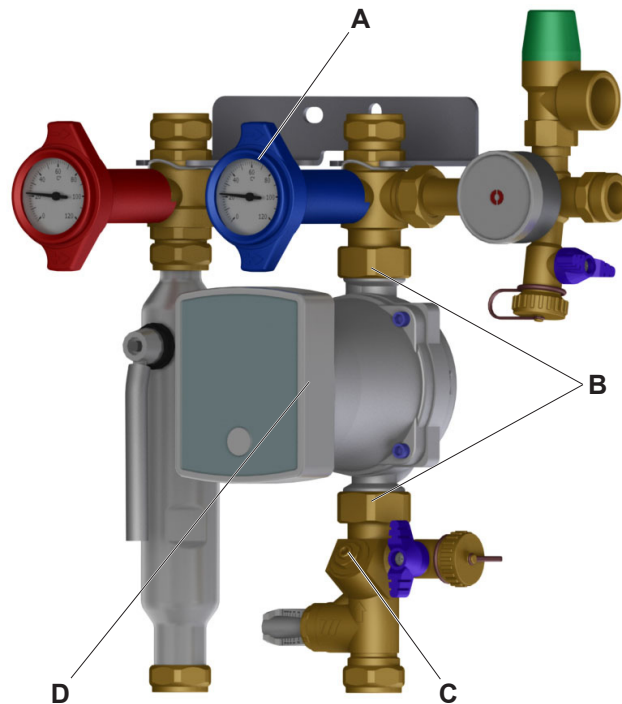

Abb. 11: Umwälzpumpe Solarkreis demontieren (dargestellt am Typ 8130 mit Entlüfterrohr und Regler)
- Schließen Sie das Regulier-/Absperrventil (Pos. C, siehe Abb. 11 auf Seite 17).
- Lösen Sie die Verdrahtung der Solarpumpe (Pos. D, siehe Abb. 11 auf Seite 17).
- Öffnen Sie **langsam** den Rücklauf-Kugelhahn (Multifunktionsarmatur, Pos. A, siehe Abb. 11 auf Seite 17) durch Drehen des Thermometergriffs um 90° gegen den Uhrzeigersinn bis zum Anschlag (siehe „Thermometergriffstellungen“ auf Seite 14).
- Öffnen Sie **langsam** das Regulier-/Absperrventil (Pos. C, siehe Abb. 11 auf Seite 17).
- Stellen Sie die Durchflussmenge mit einem Innensechskantschlüssel SW 4 ein (Pos. C, siehe Abb. 11 auf Seite 17).